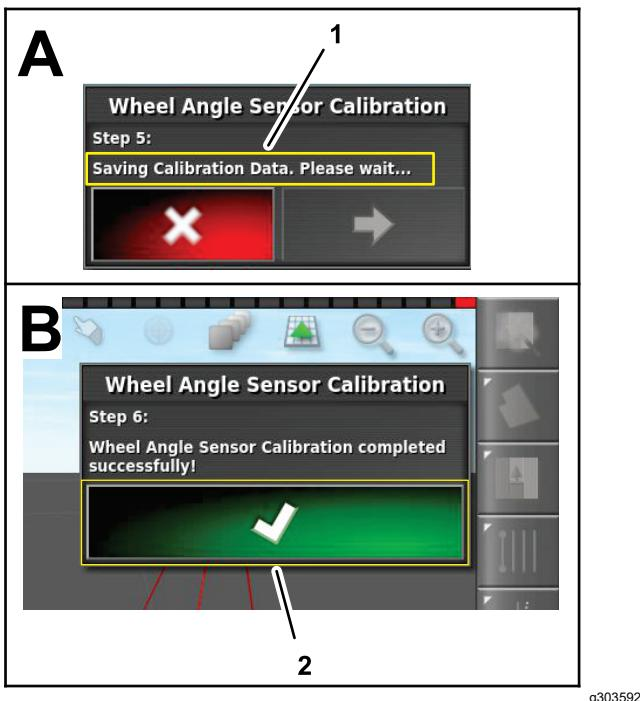

Figura 165
9. No Passo 5 (Step 5), aguarde até a calibração do sensor do ângulo guardar os dados, e prima o ícone para avançar para o passo seguinte (Figura 165).
10. No Passo 6 (Step 6), prima o ícone de confirmação (Figura 165).